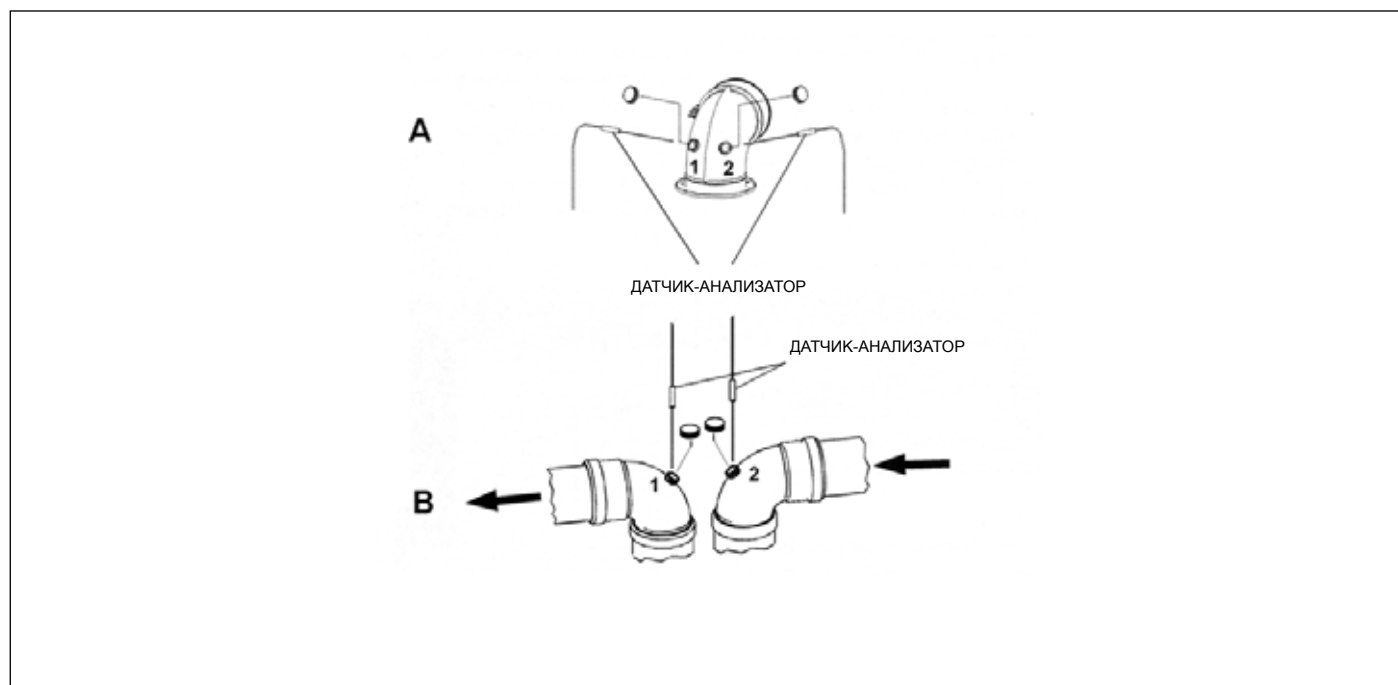

Рис. 20 Примеры мест для контроля дымовых газов
- измерить температуру воздуха для горения через отверстие 1 (см. см. (A) Рис. 20 Примеры мест для контроля дымовых газов для котлов с герметичной камерой сгорания, укомплектованных трубами со специальными отверстиями).
- измерить температуру дымовых газов и содержание CO2 через отверстие 2 (см. см. (A) Рис. 20 Примеры мест для контроля дымовых газов для котлов с герметичной камерой сгорания, укомплектованных трубами со специальными отверстиями).
- измерить температуру воздуха для горения через отверстие 2 (см. см. (B) Рис. 20 Примеры мест для контроля дымовых газов для котлов с герметичной камерой сгорания, укомплектованных трубами со специальными отверстиями).
- измерить температуру дымовых газов и содержание CO2 через отверстие 1 (см. см. (B) Рис. 20 Примеры мест для контроля дымовых газов для котлов с герметичной камерой сгорания, укомплектованных трубами со специальными отверстиями).